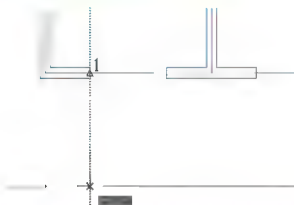

图 3.39 在辅助线上确定第二条尺寸界线的原点
② 在指定第二条尺寸界限原点。提示下，捕捉 A 轴线和门窗洞口左侧的交点(1 处)，但不单击，将光标轻轻地向下拖至辅助线上，出现交点捕捉后(图 3.39)单击，将该点作为线性标注的第二条尺寸界限的原点。